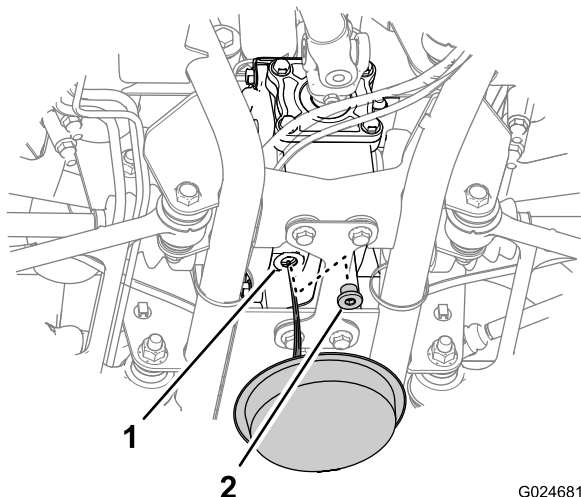

図 55
1. デファレンシャルについているドレンプラグの下にオイルを受ける容器を置く 図 55。
3. ドレンプラグを取り付ける (図 55)。